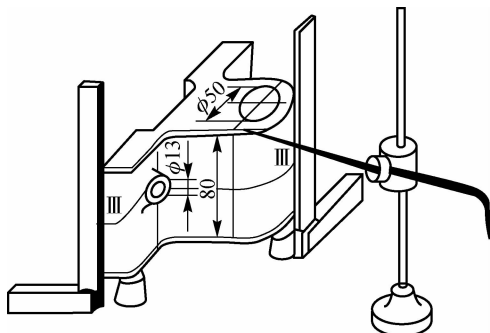

图 1-25 划螺钉孔中心线、另一方向的中心线及大端面加工线
③再翻 90° ,用钢直尺两个方向找正划螺钉孔中心线、另一方向的中心线及大端面加工线,如图 1-25 所示。